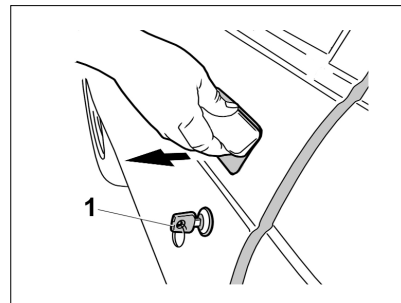
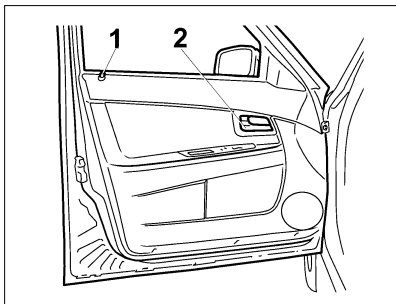
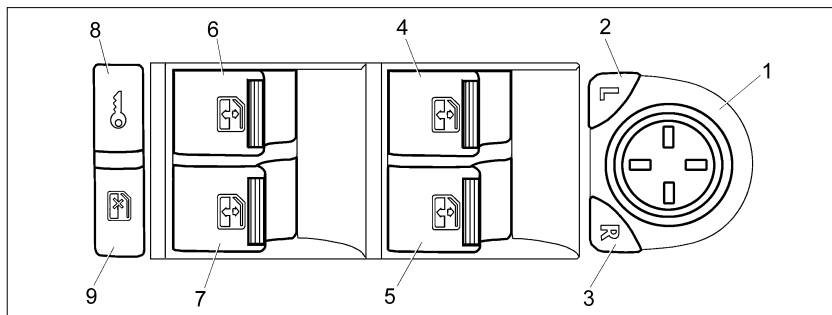
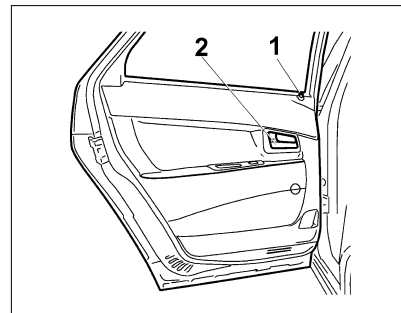

Рис. 3. Открывание двери
Рис. 4. Передняя левая дверь
Рис. 6. Модуль двери водителя
Рис. 7. Задняя левая дверь
Передние двери блокируются: снаружи – поворотом ключа 1 (рис. 3) или нажатием кнопки блокировки  на пульте дистанционного управления; изнутри – нажатием кнопки 1 (рис. 4, 5) на обивке двери или клавиши 8  в модуле двери водителя (рис. 6). Блокировать замки передних дверей можно только при закрытых дверях.
Двери открываются: снаружи – за ручку в направлении стрелки (рис. 3), а изнутри – поворотом на себя рукоятки 2 (рис. 4, 5). Если замок двери заблокирован, то ручка будет иметь холостой ход.
Для подъема и опускания стекол передних и задних дверей используются электростеклоподъемники, которые могут управляться от переключателей модуля двери водителя (рис. 6, поз. 4...7)*, от переключателей в пассажирских дверях и от кнопок  и  пульта дистанционного управления. Для подъема нужного вам стекла потяните за край соответствующего переключателя электростеклоподъемника вверх.
* В варианте исполнения переключатели поз. 6, 7, 9 рис. 6 могут отсутствовать.
Задние двери блокируются снаружи – пультом дистанционного управления, изнутри салона нажатием кнопки 1 (рис. 7, 8) на двери или клавиши 8  в модуле двери водителя (рис. 6). Блокировка замков задних дверей возможна как при открытых, так и при закрытых дверях.
Для опускания и подъема стекла задних дверей используются электростеклоподъемники (**в варианном исполнении**), которые приводятся в действие переключателями 6 и 7 (рис. 6) в модуле двери водителя и кнопками  и  пульта дистанционного управления.